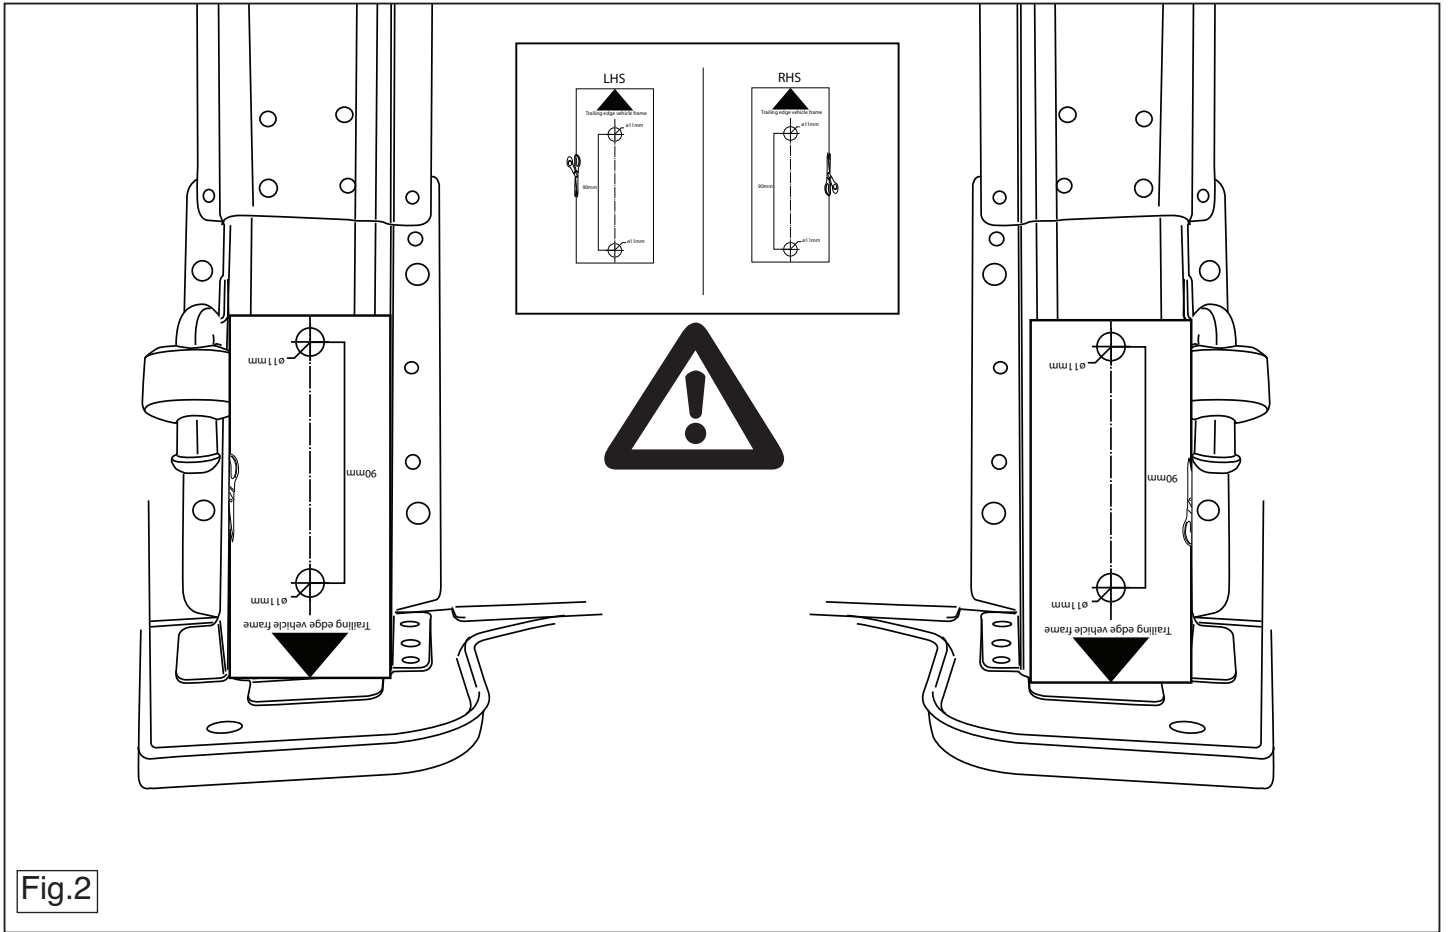

Fig.2
5. Просверлить отверстия на нижней стороне шасси диаметром 11 мм. См. рисунок 2.